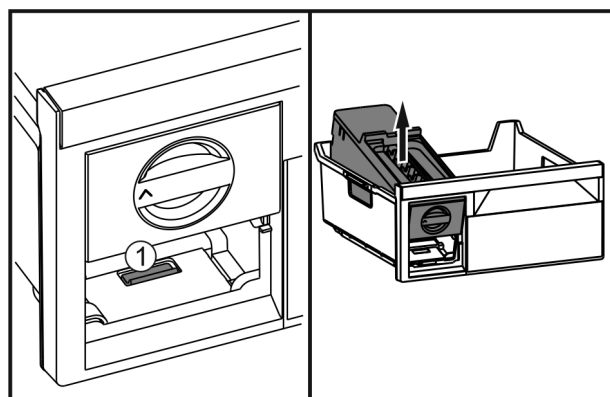

Fig. 37
- ▶ Stlačte západku Fig. 37 (1), EasyTwist-Ice zezadu zvedněte a vyjměte z mrazicí zásuvky.